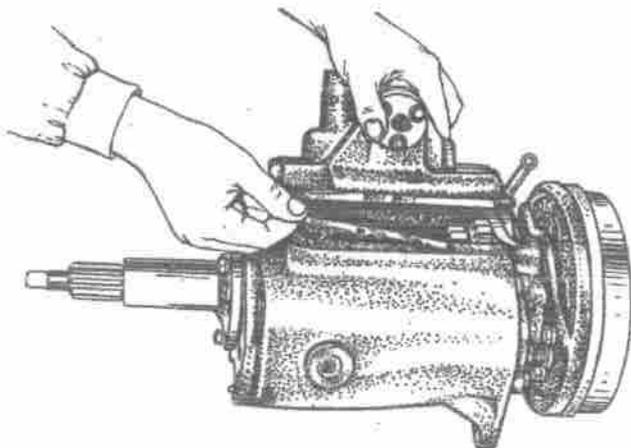

Bild 111. Einbauen der Gangschalteneinrichtung
23. Gangschalteneinrichtung auf Wechseltriebegehäuse aufsetzen (Bild 111) und mit Schrauben und Federringen befestigen. Bevor die Gangschalteneinrichtung eingebaut wird, vergewissere man sich, daß die Lage der Zahnräder und Schaltgabeln des Wechseltriebes neutraler Stellung entspricht.